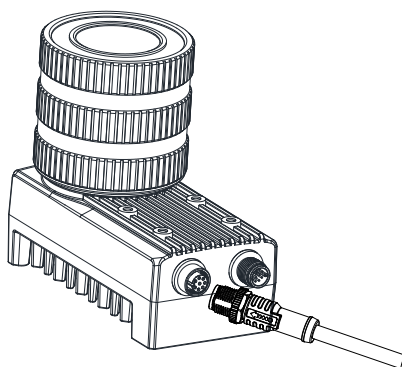

图2-5 设备网口接线
3. 使用航插转 RJ45 千兆网线将设备与交换机或者网卡正常连接，如图 2-5 所示。